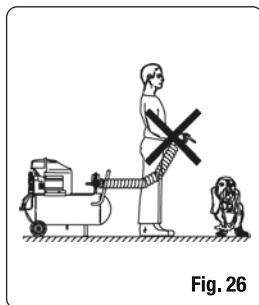

Fig. 26
- Jamais aponte o ar comprimido para pessoas ou animais (Fig. 26).